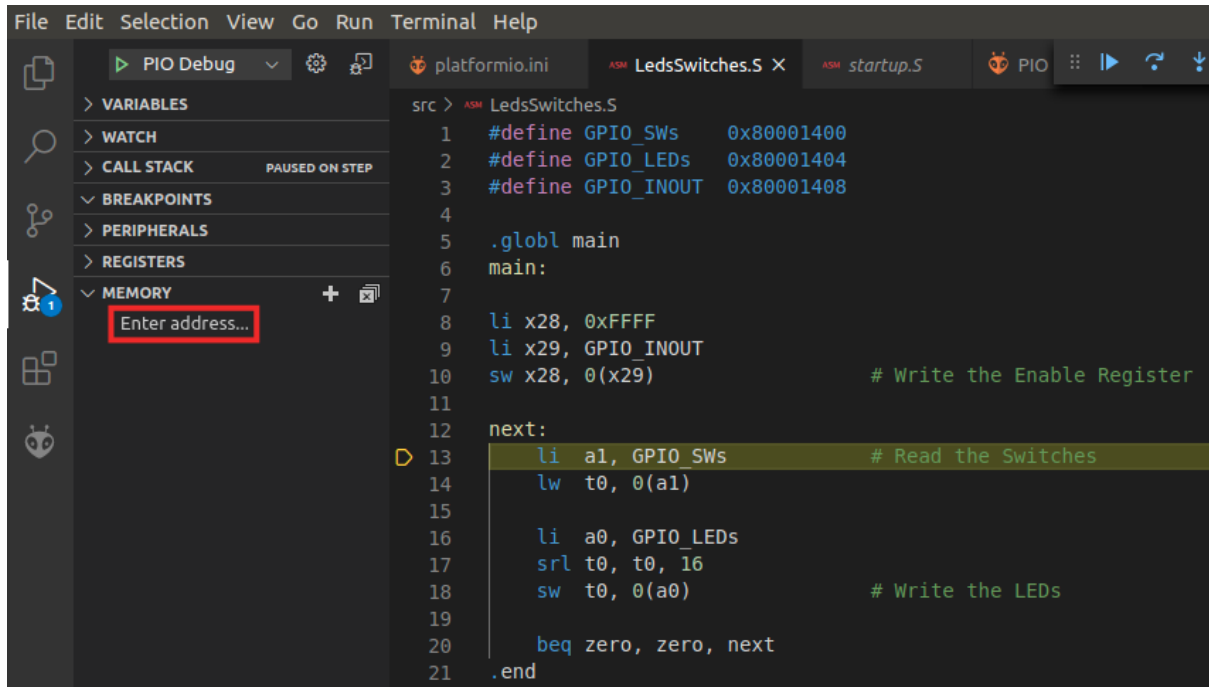

图55. 存储器显示
- a. 暂停执行，并跳到`next`循环的开始处。展开窗口左侧的“Memory”（存储器）显示（参见图55），然后单击“Enter address...”（输入地址...）